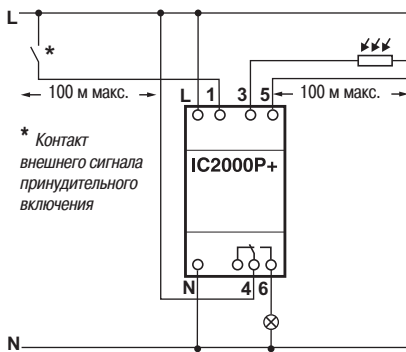

Рис. 2.
- Выходной контакт IC2000P+ может быть принудительно переведен в состояние ВКЛ. подачей сигнала на вход 1. Внешнее принудительное включение/отключение является приоритетным по отношению к ручному принудительному включению/отключению нагрузки (см. рис. 2 и 3).